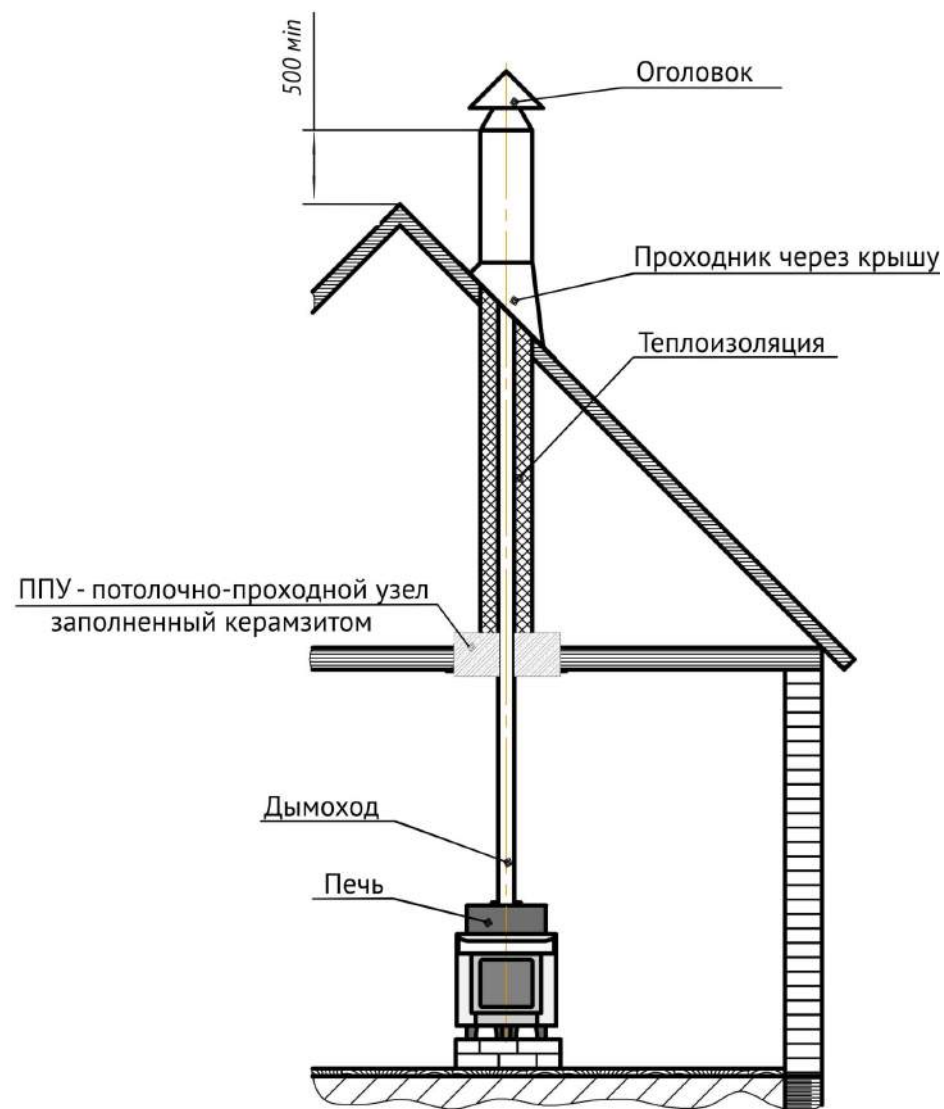

Рисунок 8.2. Монтаж дымового канала.
- 8.4.4.** В потолке (рис. 8.2.) обязательно делается противопожарное отверстие под размер внешнего диаметра потолочно-проходного устройства. Снизу противопожарное отверстие закрывается металлическим листом. Пространство в потолке между трубой и отверстием заполняют противопожарной изоляцией, например, базальтовой ватой, керамзитом и т.п., и закрывают сверху металлическим листом.
- 8.4.5.** Металлический дымоход, вне зоны парной, (рис. 8.2.), должен иметь теплоизоляцию из негорючих материалов, толщиной не менее 50 мм, для предотвращения образования конденсата. При отсутствии в помещении бани капитального дымохода устраивают насадной дымоход из металлических труб, опирающийся на потолочное перекрытие. Обязательно делается противопожарная разделка размером 600 мм на 600 мм. Трубы с изоляцией должны опираться на металлические уголки или швеллера, закрепленные на перекрытии. Снизу противопожарная разделка закрывается металлическим листом. Закрепленный ППУ (потолочно-проходной узел) необходимо заполнить негорючим материалом (керамзит).